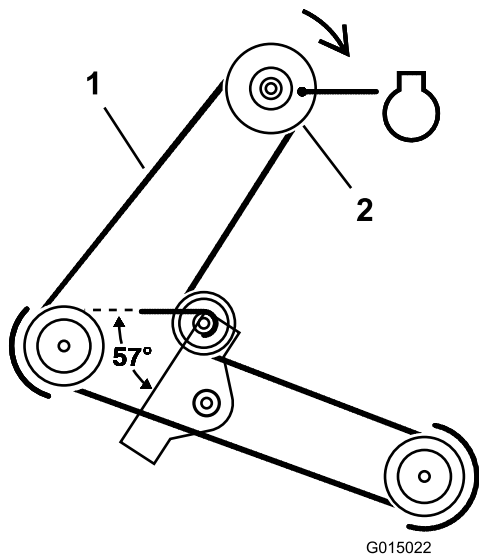

Figure 32
5. Enlevez la courroie du plateau de coupe de la poulie d'embrayage électrique (Figure 32).
- Placez la courroie du plateau de coupe autour de la poulie d'embrayage électrique (Figure 32).